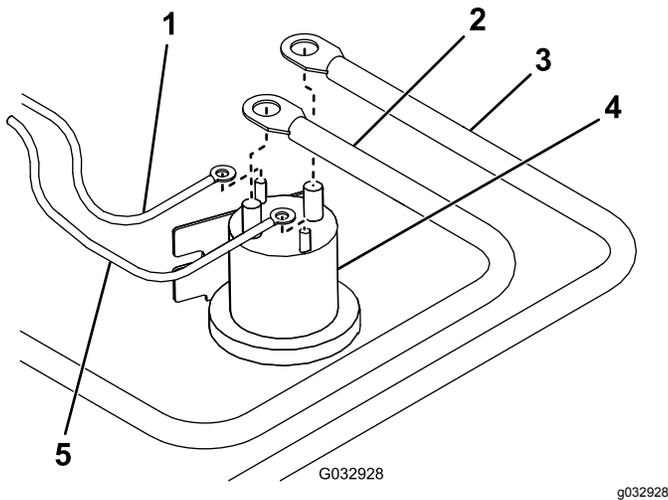

Figura 15
9. Conecte el cable blanco/negro del arnés de cables al borne pequeño del solenoide de la bomba (Figura 15).
10. Conecte el cable marrón con conector de anillo pequeño al otro borne pequeño del solenoide de la bomba (Figura 15).
11. Conecte el cable rojo de corriente/masa al borne grande del solenoide de bomba (Figura 15).
12. Conecte el cable de la batería al otro borne grande del solenoide de la bomba (Figura 15).